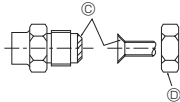

Fig. 5-1
Ⓐ (Fig. 5-1)
Ⓑ (Fig. 5-1)
5.2. Collegamento dei tubi (Fig. 5-1)